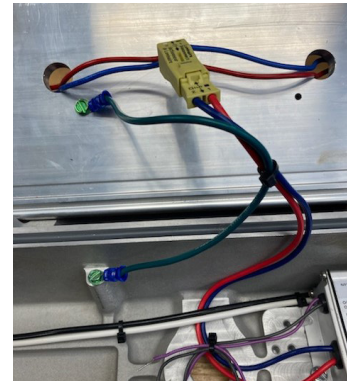

Figura 4. Tendido del cable de conexión del motor de luz LED PLLA4
5. Ubique y quite el precinto que se utiliza para asegurar el cableado de entrada del motor de luz LED (consulte la Figura 4). Tenga cuidado al quitar el precinto para que no se dañen los cables.
12. Dirija el motor de luz LED y el cableado de salida del controlador LED e instale la cinta para cables como se indica en la Figura 4. Recorte el exceso de material de la cinta para cables.